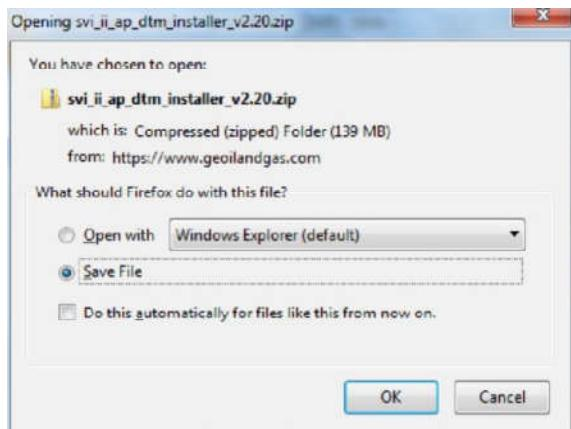

Рис. 12. Диалоговое окно «Открыть»
2. Выбрать Загрузить под приглашением Загрузить программу установки SVI II AP DTM и появится окно (Рис. 12).